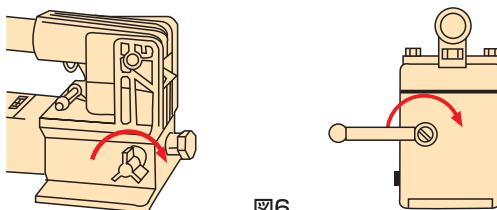

図6
1. 図6に示すリリースバルブを矢印の方向に回すと吐出になります。